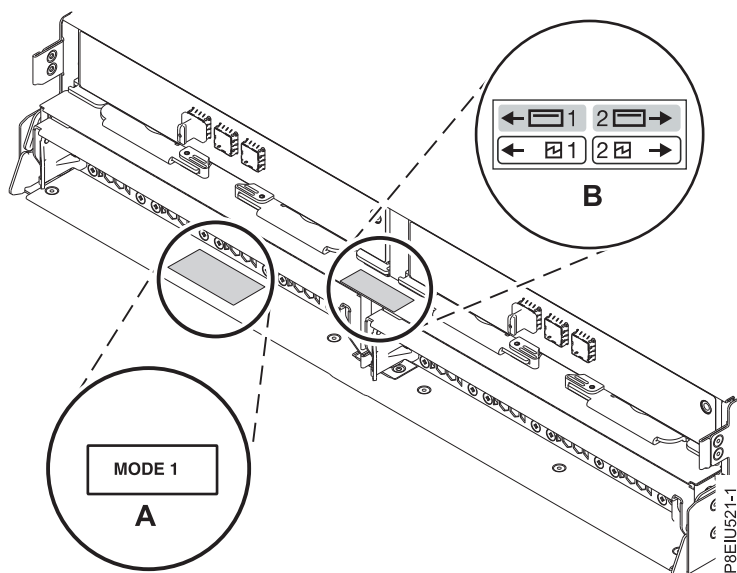

Figura 12. Ubicaciones de pegatinas de modalidad en la parte posterior del alojamiento de almacenamiento ESLL o ESLS
2. Confirme la modalidad establecida en fábrica para el alojamiento utilizando la información impresa en las pegatinas de la parte posterior del alojamiento. Las pegatinas están pegadas en la estantería inferior izquierda del chasis **(A)** y el soporte central entre los módulos del gestor de servicios de alojamiento **(B)**. Las pegatinas indican si el alojamiento está establecido en modalidad 1, modalidad 2 o modalidad 4. Para obtener detalles, consulte la Figura 12 en la página 13.